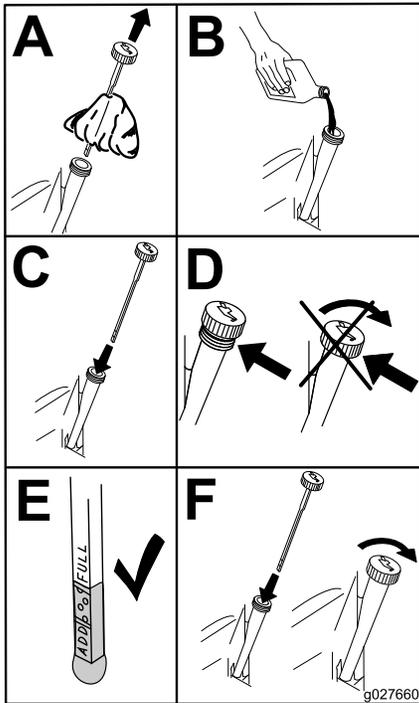

Figure 45
5. Versez lentement environ 80 % de l'huile spécifiée dans le tube de remplissage, puis faites l'appoint lentement pour faire monter le niveau jusqu'au repère maximum (Full) (Figure 45).